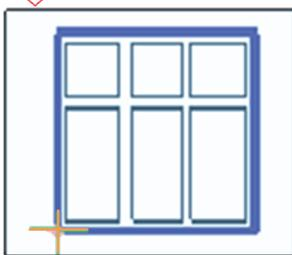

Рис. 2.1-1
2. Обвести вспомогательной рамкой готовое окно на первом этаже. Эта рамка образуется при перемещении мыши с нажатой левой клавишей по объекту (рис. 2.1-1). Для завершения выбора объекта просто отпустить клавишу.